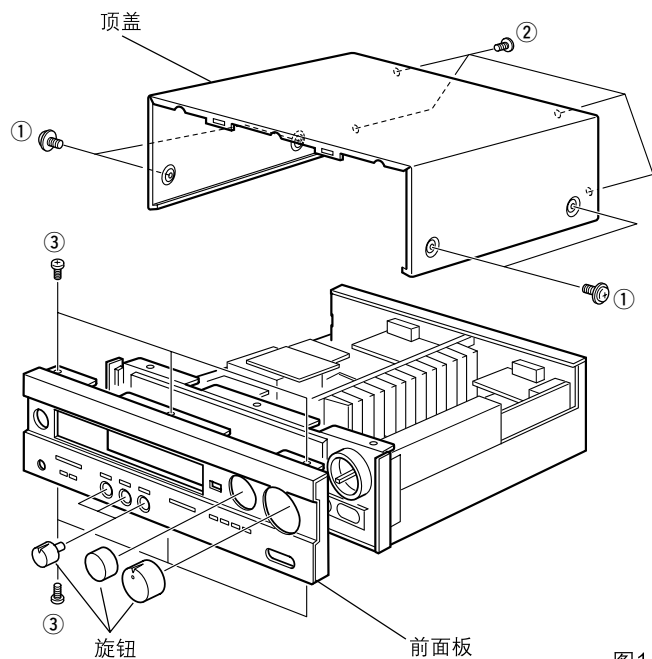

图1
- ⑬ P.C.B. MAIN (4)
- ⑭ P.C.B. INPUT (2)
- ⑮ P.C.B. OPERATION (2)
- ⑯ P.C.B. OPERATION (1)
- ⑰ P.C.B. OPERATION (4)
- ⑱ P.C.B. OPERATION (3)
- ⑲ P.C.B. INPUT (4)
- ⑳ P.C.B. DSP
将①的4个螺钉和②的4个螺钉卸下。(图1)
- a. 将5个旋钮卸下。(图1)
- b. 将③的6个螺钉卸下。(图1)